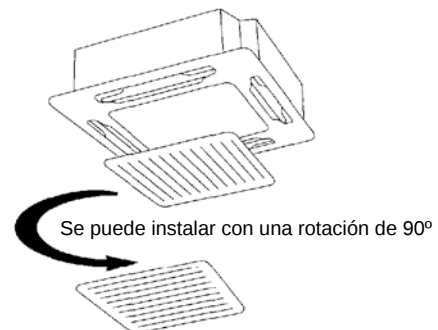

Fig. 9-29
- Con este panel del techo, las direcciones del enrejado de la rejilla de aire cuando instale múltiples unidades y la posición de la etiqueta que muestra el nombre de la compañía en el panel de la esquina pueden cambiarse de acuerdo con lo que solicite el cliente. Sin embargo, el juego del receptor inalámbrico opcional sólo podrá instalarse en la esquina de la tubería del refrigerante de la unidad del techo. (Fig. 9-29)